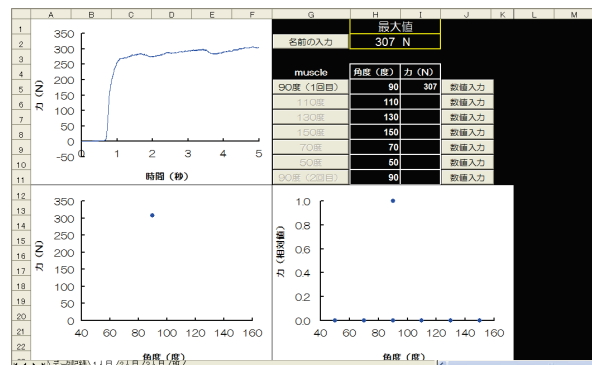

図 3:実験 1 データの分析(実際の画面)
- 先程記録された 5 秒間の力データが読み込まれ、そのグラフが表示されるとともに最大値が自動的に計算される(図 3)。